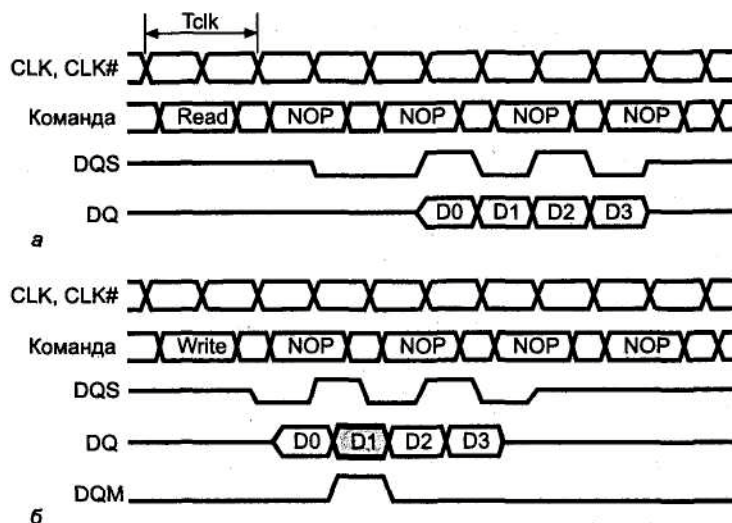

Рис. 7.7. Временные диаграммы пакетных циклов DDR SDRAM: а — чтение,  $CL = 2$ , длина пакета 4; б — запись, длина пакета 4, данные D1 не записываются
*Память DDR SDRAM* представляет собой дальнейшее развитие SDRAM. Как и следует из названия (Dual Data Rate — удвоенная скорость данных), у микросхем DDR SDRAM данные внутри пакета передаются с удвоенной скоростью — они переключаются по обоим фронтам синхроимпульсов (рис. 7.7). На частоте 100 МГц DDR SDRAM имеет пиковую производительность 200 Мбит/с на вывод, что в составе 8-байтных модулей DIMM дает производительность 1600 Мбайт/с. На высоких тактовых частотах (100 МГц) двойная синхронизация предъявляет очень высокие требования к точности временных диаграмм. Для повышения точности синхронизации предпринят ряд мер.